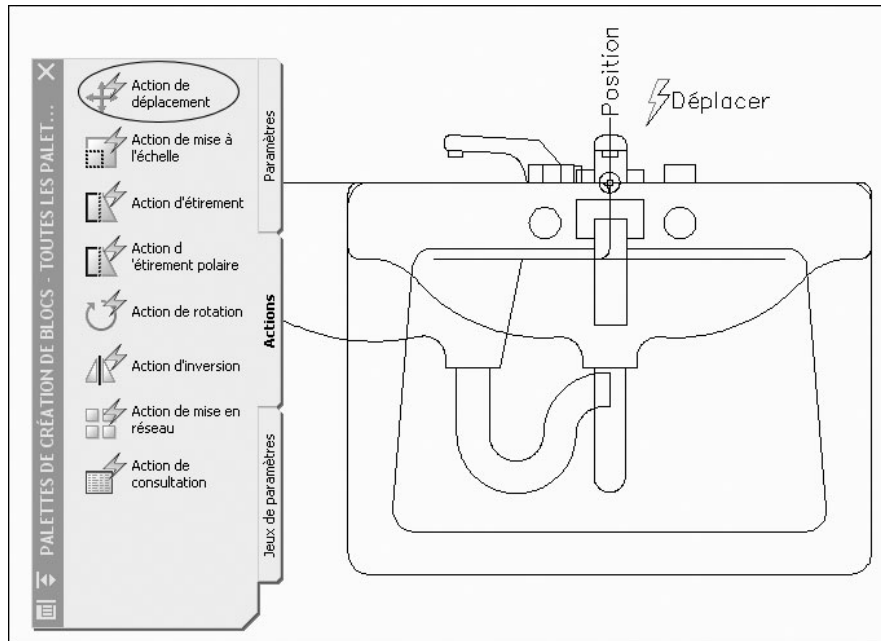

Fig.7.39
- [10] Placer l'icône **Déplacer** (Move) à droite de **Position** (fig.7.39).